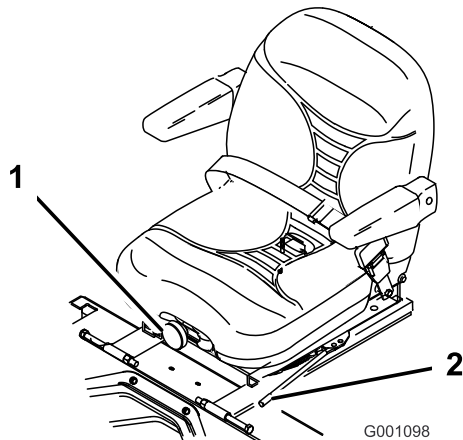

Figura 19
1. Per regolare, spostate lateralmente la leva e sbloccate il sedile (Figura 19).
Per spostarlo, girate la manopola davanti nella direzione opportuna, fino ad ottenere il migliore comfort (Figura 19).